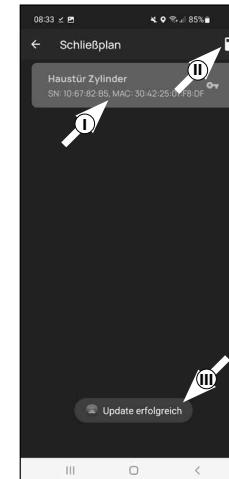

Abb. 3
- 4 Im Folgemenü erscheinen die in der App registrierten Zylinder. Wählen Sie den Zylinder aus, den der zuvor angegebene Benutzer öffnen können soll (I) (Abb. 3). Sofern Sie mehrere Zylinder haben und zuweisen möchten, wählen Sie alle gewünschten Zylinder aus. Speichern Sie oben rechts (II) (Abb. 3). Sie erhalten daraufhin eine kurze Bestätigung (III) (Abb. 3).